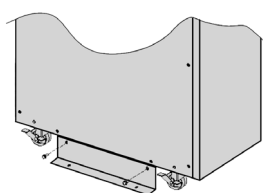

Abb. 12.
- ❑ Die Schrauben des Verbindungsstückes zwischen Holzpalette und Gerät entfernen [siehe Abb. 12 und 13].